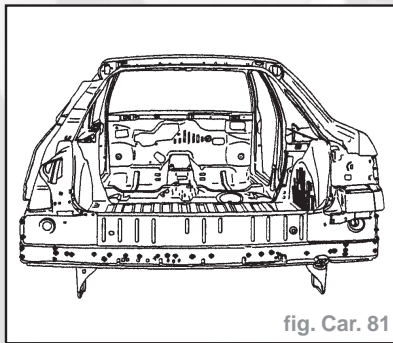

fig. Car. 81
- Dégraffer les lignes de points et les points à l'aide d'une fraise de  $\varnothing 8$  mm. (fig. Car. 81).